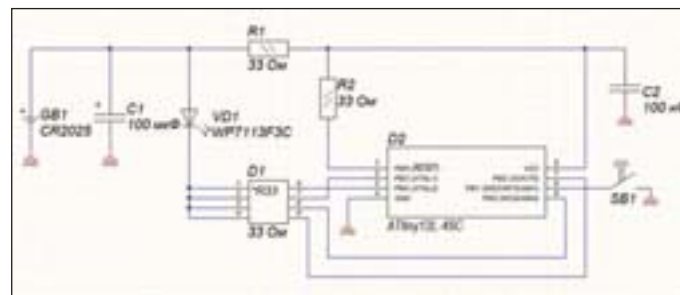

Рис. 49. Схема с позиционными обозначениями
7. Нажмите *Close* в окне *Annotate*, чтобы вернуться в схему. Всем компонентам схемы присвоены позиционные обозначения (рис. 49).